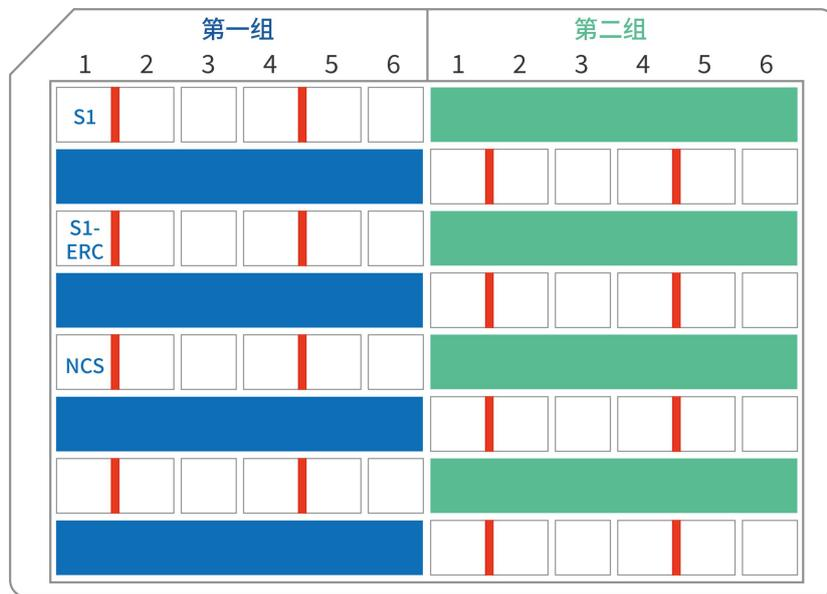

图 2. 深孔板架上预封装条的排布图
（3）在每个预封装条的 1 号孔（见图 2）加入上述 20 μL 助沉剂预混液。
- 如图 2 所示，深孔板架上预封装条的排布情况应为：深孔板架的左上角为切角，红色标注处为限位器的位置，数字 1-6 为预封装条孔壁上的序号。
- （1）将样品从水浴锅或金属浴中取出，室温条件下快速离心 30 秒或 14000 $\times g$ 及以上离心 10 分钟，取上清，全部加入预封装条的 1 号孔（见图 2）。
- （2）将加好样的预封装条连同深孔板架一起平移到仪器内部，注意检查预封装条和深孔板都要卡紧，并保证板架的左上角为切角。（具体排布见图 2）。